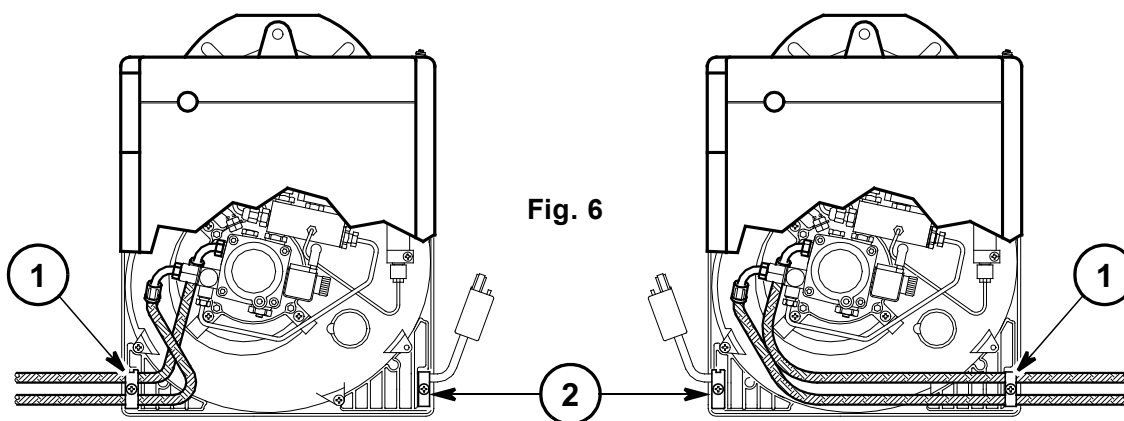

Fig. 6
Le brûleur est prééquipé pour recevoir les tubes d'alimentation du fioul des deux cotés. Selon que la sortie des flexibles est à droite ou à gauche, il peut y avoir lieu de changer l'emplacement de la plaque de fixation (1) avec la traverse de blocage du câble (2), (voir Fig. 6).